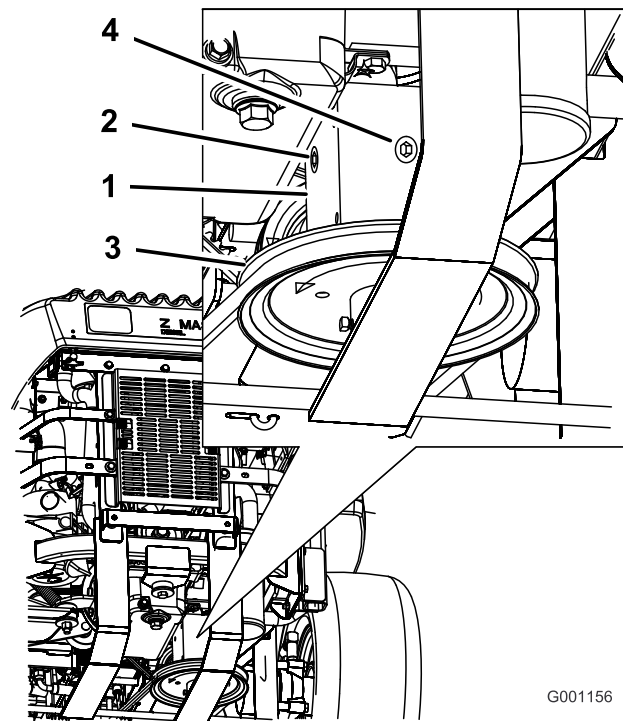

Figura 53
4. Togliete il tappo laterale o posteriore degli ingranaggi (Figura 53).